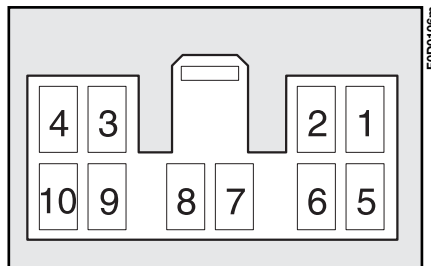

Abb. 149
- Verbindungskabel zur Doppelfunktionsantenne und Verkabelung mit dem Zehnstift-Verbinder **Abb. 149**;